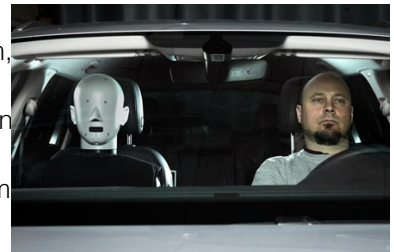

Abbildung 9
- Abbildung 9 http://www.dynaudio.de/media/2558/bjarkemv_01.jpg?mode=max¢er=0.500000,0.500000&width=440&height=440&upscale=true&quality=90